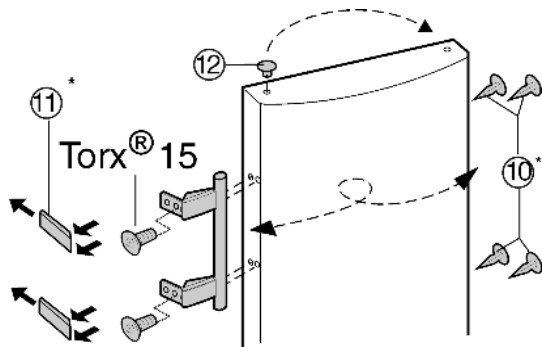

Fig. 8
- ▶ Wyciągnąć wkładkę Fig. 8 (12) z zawiasu drzwi i przełożyć na drugą stronę.
- ▶ Zdemonstować uchwyt drzwi, zatyczki Fig. 8 (10) oraz płytki dociskowe Fig. 8 (11) i przełożyć je na przeciwną stronę.